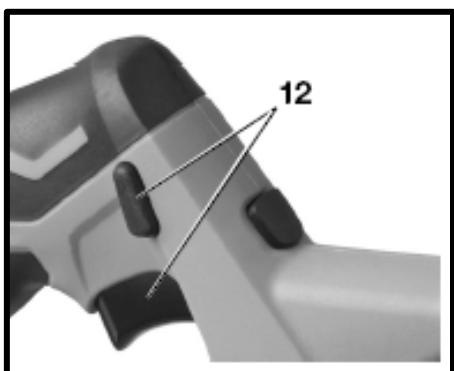
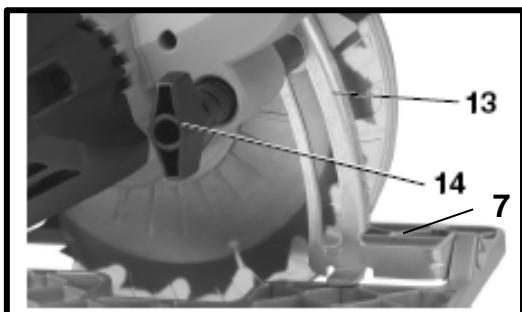
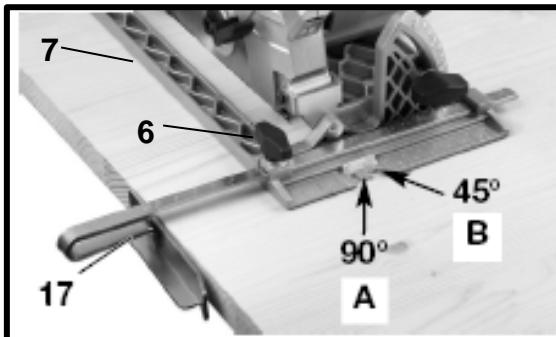

Рис.8
Рис.9
Рис.10
6.5. Включение/выключение (Рис.8).
- Нажмите на кнопку блокировки включения с левой или правой стороны и нажмите на саму кнопку включения (12) (Рис.8).
- Для выключения отпустите кнопку включения (12).
6.6. Регулировка глубины пропила (Рис.9).
- Ослабьте рычаг фиксации глубины пропила (14) Рис.9.
- Прижмите опорную плиту (7) к кромке обрабатываемого изделия и поднимайте инструмент вверх, пока режущий диск не будет на нужной глубине. Глубина реза выставляется ориентируясь на Шкалу глубины пропила (13).
- Затяните рычаг фиксации глубины пропила (14).
6.7. Параллельная резка (Рис.10)
- Ослабьте фиксатор направляющей линейки (6) (Рис.10).
- Вставьте направляющую линейку (17) в пазы по бокам в передней части опорной плиты (7).
- Установите требуемую ширину от линейки от зуба пилы и затяните фиксатор (6).